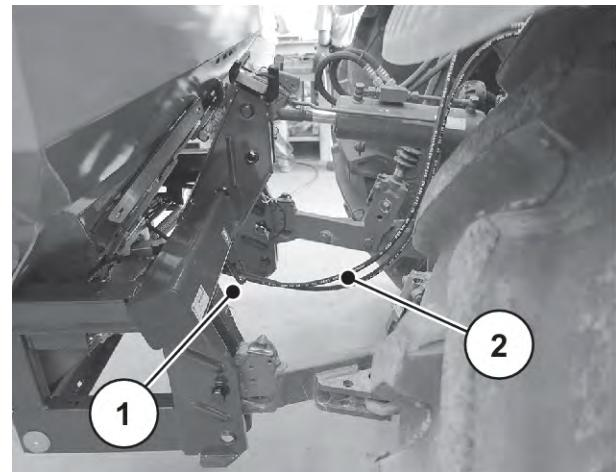

Рис. 25: Прокладка гіdraulічних шлангів
- ▶ Прокладіть гідравлічні шланги під поперечною трубою. Див. Рис. 25 Прокладка гідравлічних шлангів